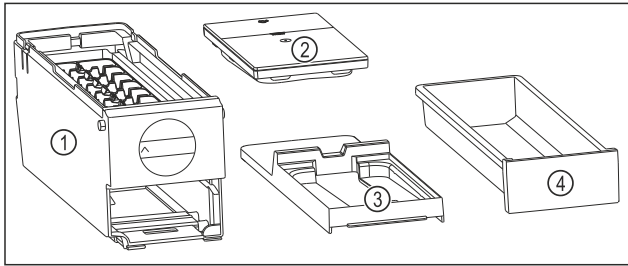

Fig. 132 Componenti dell'EasyTwist-Ice
- ▷ L'EasyTwist-Ice è scomposto in quattro parti. (vedere Fig. 132)
- ▶ Smontare l'EasyTwist-Ice scomponendo solo gli elementi rappresentati in figura. (vedere Fig. 132)
- ▶ Pulire l'intero corpo dell'EasyTwist-Ice Fig. 132 (1).